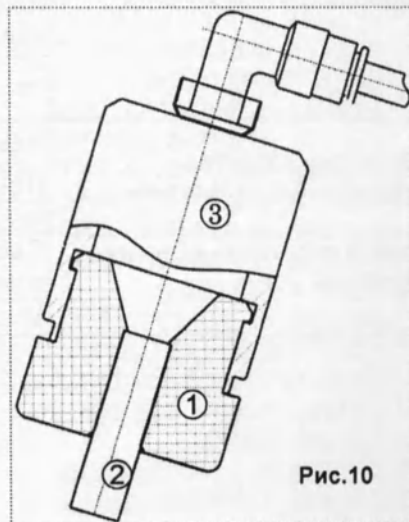

Рис.10
- **замена сопла** (рис.10) – вынуть носовую втулку (1), вытянуть изношенное сопло (2), слегка поворачивая его вокруг своей оси. Продуть сжатым воздухом носовую втулку и внутреннюю поверхность корпуса (3). Установить до упора новое сопло во втулку и втулку в корпус струйного проектора;